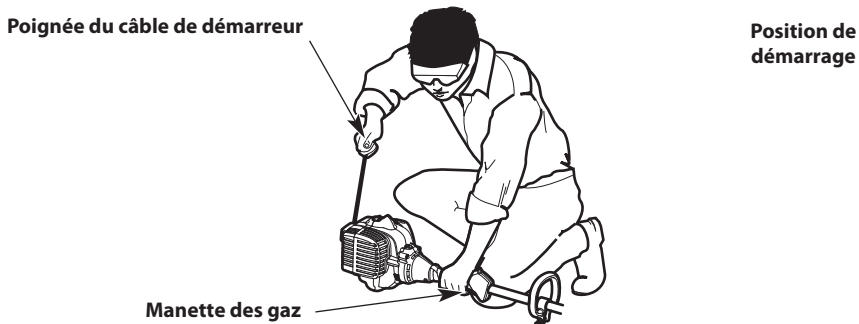

Fig. 16
**AVERTISSEMENT :** Évitez tout démarrage accidentel de l'appareil. Pour éviter toute blessure grave, l'opérateur et l'appareil doivent être tous deux en position stable quand l'opérateur tire sur le câble de démarreur (Fig. 16).
3. Accroupissez-vous en position de démarrage (Fig. 16).
5. Tirez sur la corde de démarrage en effectuant un mouvement contrôlé et ferme à **5 reprises** (Fig. 16).
7. Tirez sur la corde de démarreur en un mouvement contrôlé et ferme à **5 reprises** pour démarrer le moteur (Fig. 16).